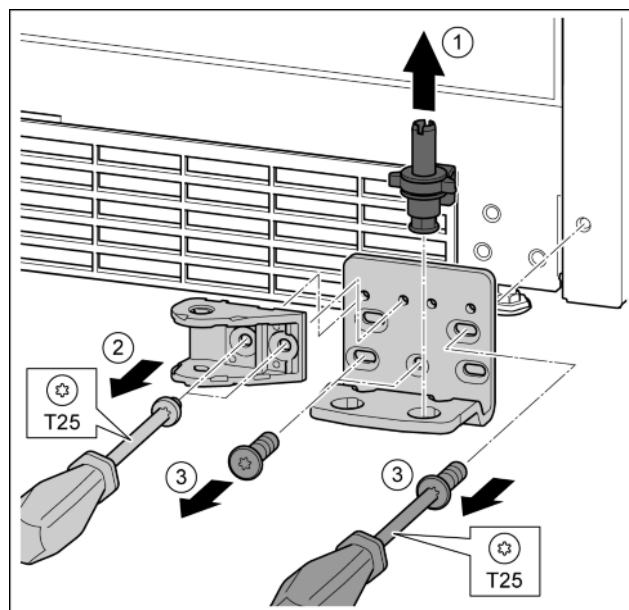

Fig. 35
- ▶ Kompletną płytkę zawiasu wyjąć w górę. Fig. 35 (1)
- ▶ Śruby wykręcić przy pomocy śrubokręta T25 i zdjąć połączenie amortyzatora zamykania. Fig. 35 (2)
- ▶ Śruby wykręcić przy pomocy śrubokręta T25 i zdjąć płytkę zawiasu. Fig. 35 (3)